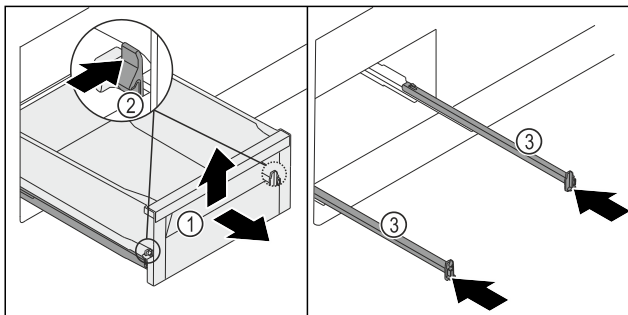

Fig. 134
- ▶ Schubfach Fig. 134 (1) bis zum Anschlag herausziehen.
- ▶ Klemme Fig. 134 (2) links und rechts gleichzeitig nach innen drücken.
- ▶ Schubfach Fig. 134 (1) löst sich von den Schienen.
- ▶ Schubfach Fig. 134 (1) vorne hochheben.
- ▶ Schubfach Fig. 134 (1) nach vorne entnehmen.
- ▶ Schienen Fig. 134 (3) einschieben.